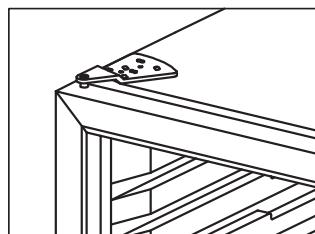

fig. 7.4
- Montera dörren på det nedre gångjärnet (8) på samma sätt som den togs bort och montera på det övre gångjärnet igen. Se fig. 7.4